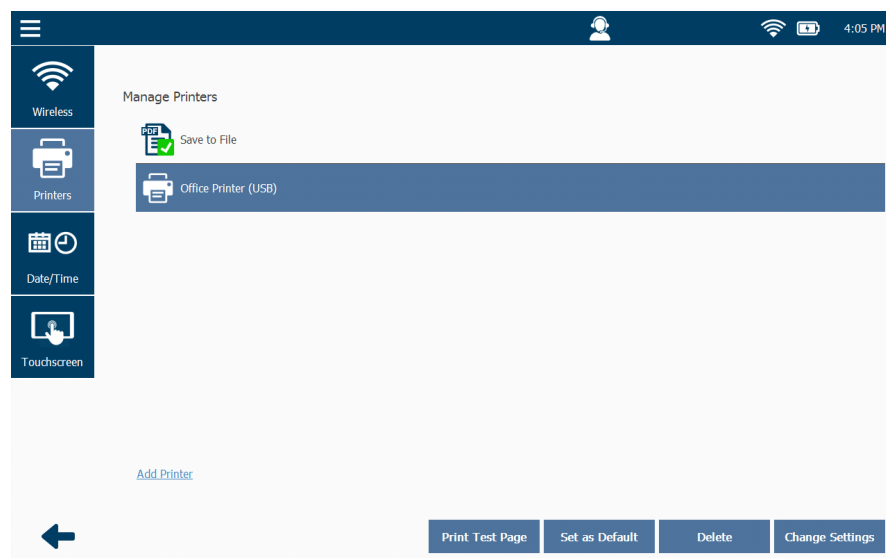

Figura 6.17 Impresora resaltada
- 1 Resalte la impresora que agregó (consulte la Figura 6.17).
- 1 Resalte la impresora que desea eliminar (consulte la Figura 6.17).